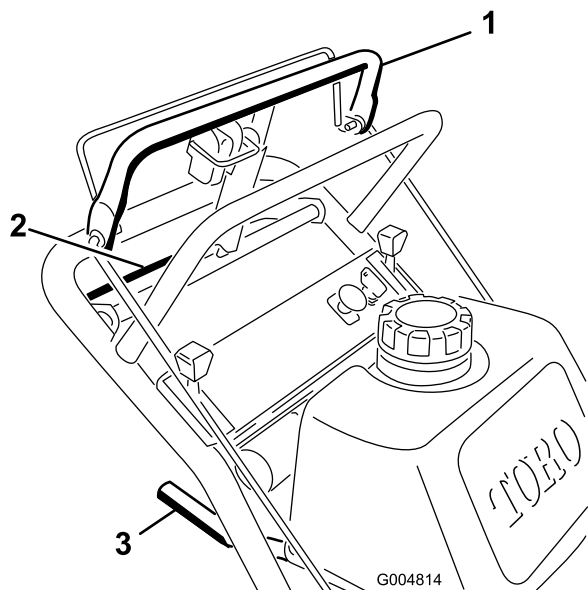
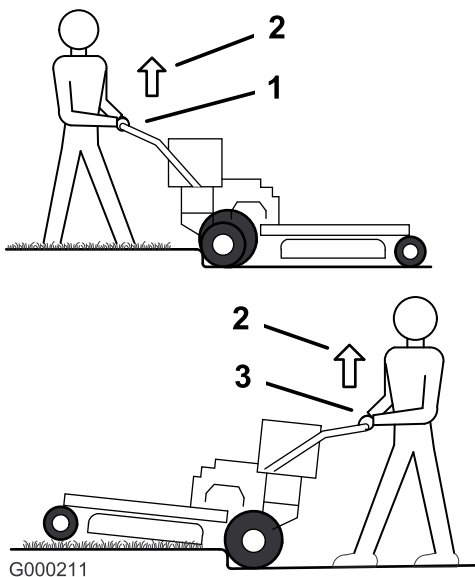

Figura 10
Figura 11
1. Per avanzare, spostate la leva del cambio su una marcia di avanzamento (Figura 10).
3. Spingere lentamente la barra di comando superiore per spostarsi in avanti (Figura 10).
Per spostarvi in linea retta, applicate una pressione identica a entrambi i lati della barra di comando superiore (Figura 10).
Per girare, rilasciate la pressione sul lato della barra di comando superiore che corrisponde alla direzione in cui volete voltare (Figura 10).
3. Avanzate con la macchina fino a quando le ruote orientabili non toccano il cordolo (Figura 11).
4. Sollevate la parte frontale della macchina spingendo verso il basso la stegola inferiore (Figura 11).
5. Avanzate con la macchina fino a quando le ruote motrici non toccano il cordolo (Figura 11).
6. Abbassate la parte frontale della macchina (Figura 11).
7. Contemporaneamente, premete la barra di comando inferiore e, afferrata la stegola inferiore, sollevate la macchina per salire oltre il cordolo (Figura 10 e Figura 11).
3. Per indietreggiare, premete lentamente la barra di comando inferiore contro la stegola inferiore (Figura 10).
3. Avanzate con la macchina fino a quando le ruote motrici non toccano il cordolo (Figura 11).
4. Contemporaneamente, premete la barra di comando inferiore e, afferrata la stegola inferiore, sollevate la macchina (Figura 10 e Figura 11).